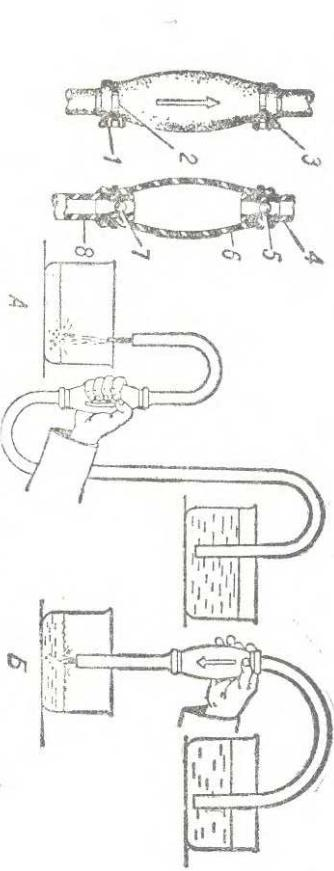

Рис. 53. Насос для переливания бензина:
Для переливания или перекачивания бензина с помощью насоса (рис. 53) следует:
2. Привести насос в действие нажатием баллона рукой и отпусканiem (рис. 53А).
3. Как только бензин потечет, перевернуть баллон острием стрелки вниз. Нажатия на баллон прекратить, и бензин потечет самотеком (рис. 53Б).